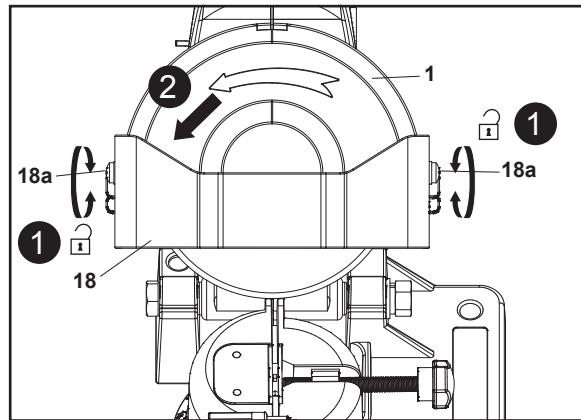

Fig. 11
1. Afloje y quite los dos tornillos (18a) de la protección superior (1) y de la protección móvil transparente (18) con un destornillador Phillips adecuado (no suministrado). Hay 2 tuercas cautivas que se acoplan a los tornillos en el interior de la protección superior. Asegúrese de que no se pierdan al quitar los tornillos. Téngalas a mano para evitar perderlas (Fig. 11, paso 1).
2. Levante la protección superior (1) y la protección móvil transparente (18) (Fig. 11, paso 2).